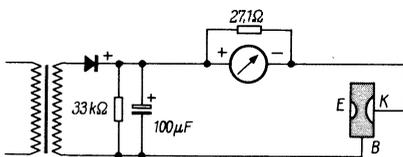

Bild 9. Prinzipschaltung für die Messung des Kollektorreststromes
2. Messung des Kollektorreststromes I_{cb0} nach Bild 9, wobei der Emitteranschluß offen bleibt.